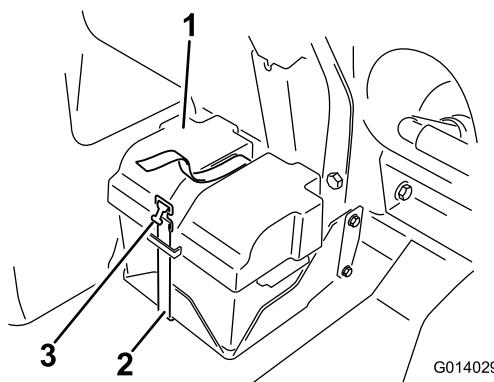
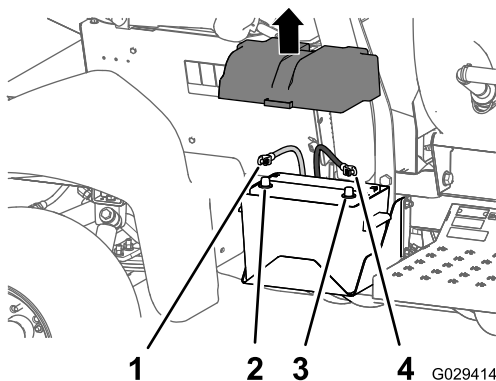

Bild 2
Bild 3
1. Nehmen Sie die Batterieabdeckung ab und trennen das Minuskabel (schwarz) vom Batteriepol ab (Bild 2 und Bild 3).